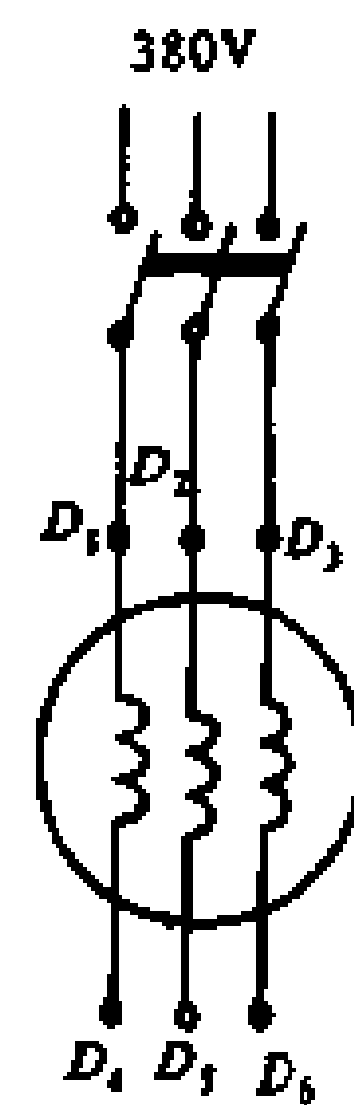

图 4-25 Y 接法时中性点没有并联
(3) Y 形接线时中性点没有并联: 在 Y 形接线时, 未将三相绕组的尾端  $D_4$ 、 $D_5$ 、 $D_6$  连在一起 (图 4-25), 结果合开关时, 电动机毫无动态和响声, 因为三相电源尚未接通, 自然不能起动电动机。
(4) 一相的首端与尾端接反: 电动机的 6 个抽头中,  $D_1$ 、 $D_2$ 、 $D_3$  分别为三相绕组的首端,  $D_4$ 、 $D_5$ 、 $D_6$  则是尾端。假若把同一绕组的首端  $D_1$  和尾端  $D_4$  (或  $D_2$  和  $D_5$ 、 $D_3$  和  $D_6$ ) 互相颠倒了, 叫做一相接反。合闸时, 由于定子绕组建立的已不是对称旋转磁场, 电动机发出强烈振动和沉闷的嗡嗡声, 出现不能起动或者转速升不上去的现象, 三相电流不平衡, 绕组急剧发热。如不及时断开电源, 时间稍长就会烧毁绕组。